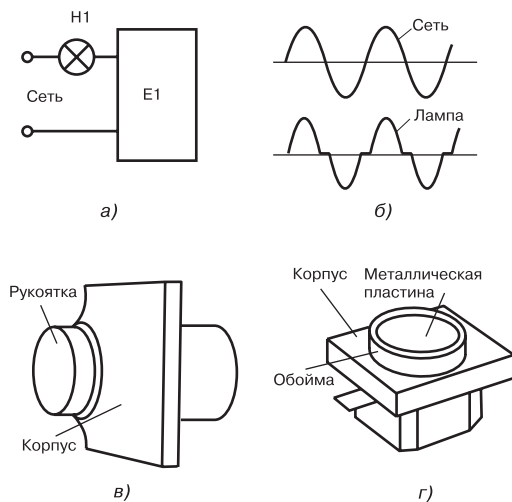

Рис. 2.13. Устройство и принцип действия светорегулятора
Схема включения лампы Н1 через светорегулятор Е1 приведена на рис. 2.13, а. Не вдаваясь в подробности электрической схемы регулятора и принципа ее действия, обратимся к рис. 2.13, б, который наглядно показывает, благодаря чему с помощью светорегулятора можно понизить (по сравнению с номинальным) накал лампы и, стало быть, создаваемую ею освещенность. На рис. 2.13, б представлены две осциллограммы:
- ♦ нижняя — напряжения, подведенного непосредственно к лампе, включенной через светорегулятор при одном из положений рукоятки (рис. 2.13, в) или обоймы (рис. 2.13, г).
На рис. 2.13, в дан пример одного из вариантов исполнения такого выключателя. Светорегулятор смонтирован в корпусе и совмещен с выключателем. Для регулирования яркости рукоятку надо вращать, а для включения/отключения — нажимать. Причем, включение и отключение возможны при любом положении рукоятки.
Рассмотрим **сенсорный светорегулятор с выключателем**. рис. 2.13, г иллюстрирует одно из исполнений выключателя со светорегулятором, снабженным сенсорным (чувствительным) приводом. В корпусе собрана электронная схема, срабатывающая при прикосновении к металлической пластине. При этом лампа включается. При следующем прикосновении схема возвращается в исходное состояние и лампа гаснет.
Яркость регулируют вращением обоймы. Есть также другой способ регулирования яркости: чем длительнее касание к пластине — тем «сильнее срезается» синусоида (см. рис. 2.13, б) и, следовательно, тем меньше яркость.